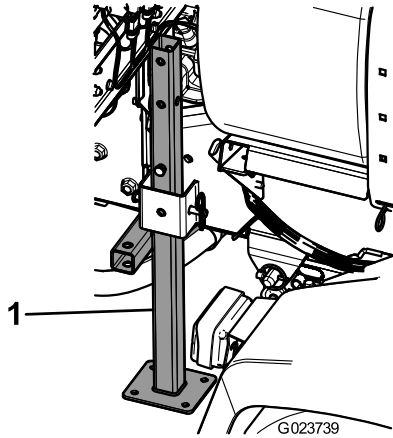

図 29
3. 車両後部のロープ掛けポイントの近くのフレーム部に、後ジャッキスタンドを逆さにしてフレームに差し込む 図 29